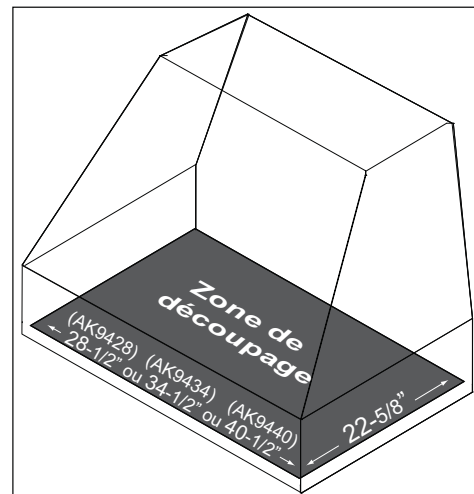

FIG. 1
2. Pratiquez une ouverture dans la partie inférieure de l'armoire selon les dimensions apparaissant à la FIG. 1. Si le conduit est installé horizontalement, pratiquez également une ouverture à l'arrière de l'armoire (s'il y a lieu). FIG. 2.